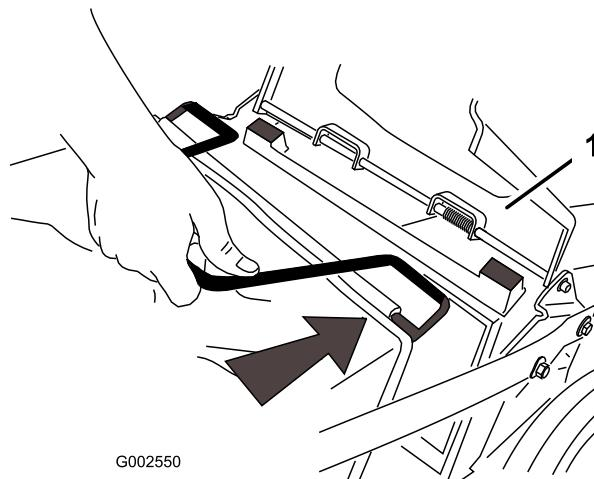

Figura 17
2. Alzate lo sportello posteriore e tenetelo alzato (Figura 17).